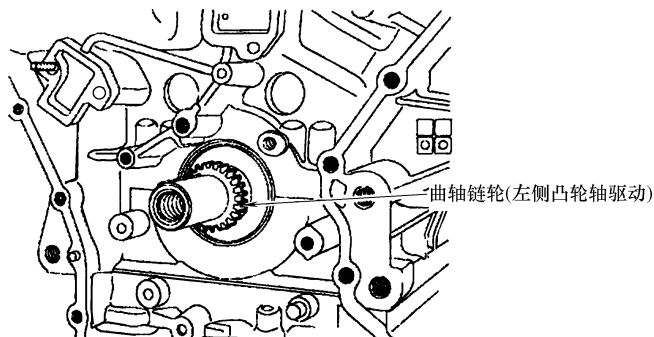

图 29-40 拆卸曲轴链轮（左侧凸轮轴驱动）
33) 拆卸曲轴链轮 (图 29-40, 左侧凸轮轴驱动)。